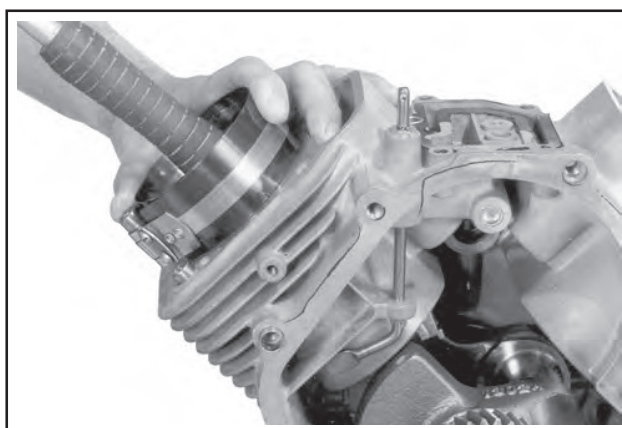

Abbildung 11-9. Installation der Pleuelstange unter Verwendung eines Ringkompressorwerkzeugs.
4. Sicherstellen, dass die Angabe "Fly" auf dem Pleuel in Richtung Pleuelstange des Motors zeigt. Mit einem Gummihammer den Pleuel leicht in den Zylinder klopfen, wie in Abbildung 11-9 gezeigt. Sicherstellen, dass die Pleuelstange nicht zwischen dem Boden des Pleuelkompressors und dem oberen Ende des Pleuels herauspringen.